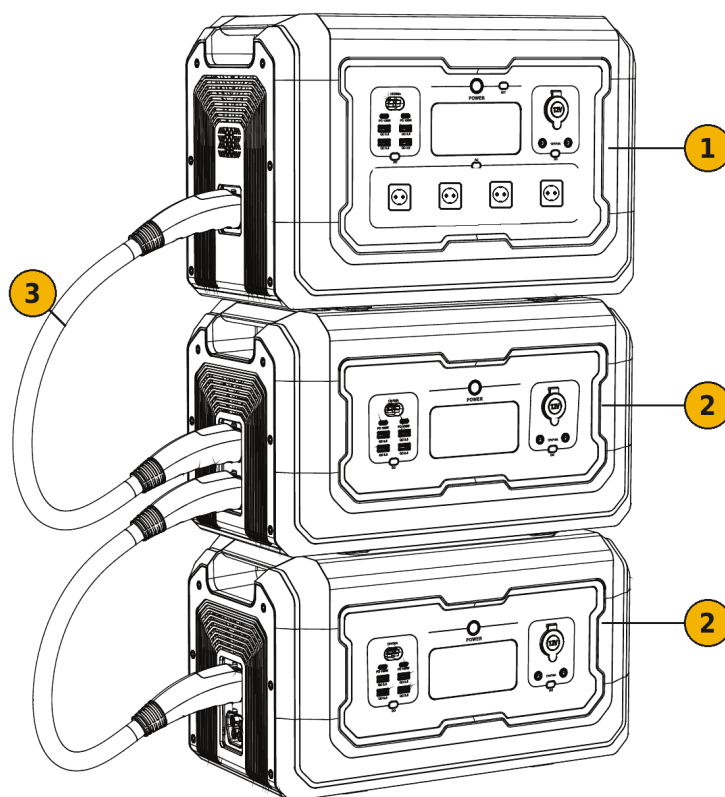

FIG. 4 — Estación de energía con dos baterías externas conectadas
Hay un pulsador DC (8) bajo cada panel de tomas: cada uno activa y desactiva las salidas del panel bajo el que se encuentra. De las dos tomas de conexión (9), una recibe el cable procedente de la estación de energía y la otra permite conectar una segunda batería externa (FIG. 4).
- 3) Para añadir más baterías, conecte cada una con su propio cable a la toma libre de la anterior, como muestra la FIG. 4. Con la estación AY-1024 Wh / 2000 W pueden acoplarse hasta cuatro baterías, con lo que el conjunto alcanza 9.216 Wh; para las demás estaciones, consulte su manual.